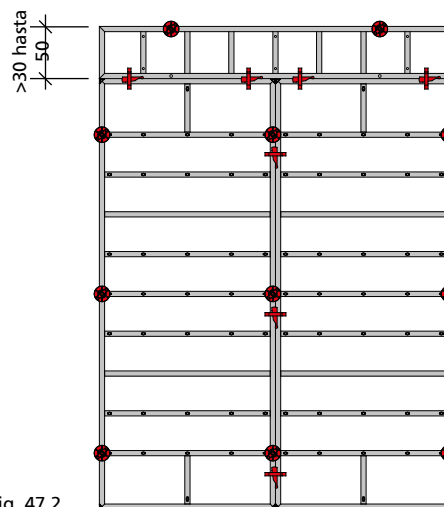

Fig. 47.2
■ Si se incrementa con un panel de más de entre 30 y 50 cm de ancho, se deberá montar únicamente un anclaje en el orificio superior de anclaje (Fig. 47.2).